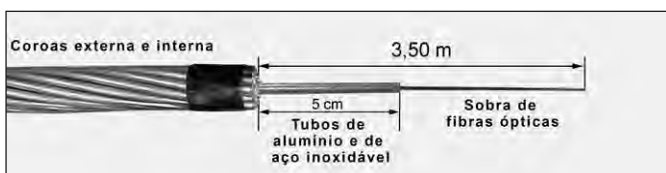

Figura 20
6.2 Prepare o cabo OPGW obedecendo os cortes e medidas conforme indicado na figura 20.